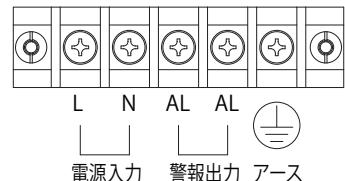

図 3 端子台の構成
1. 端子ねじ M4 にて電源線、警報出力線、アース線を指定の端子へ適正締付トルクにて確実に接続してください。(図 3)